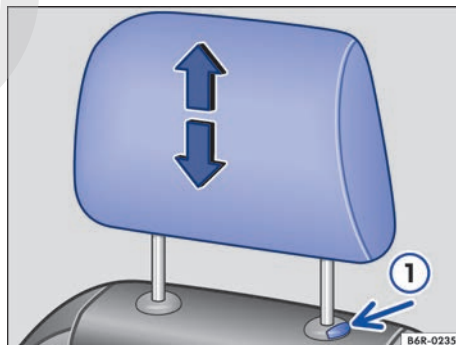

Fig. 75 Desmontar el apoyacabezas.
- Extraiga el apoyacabezas completamente a la vez que presiona la tecla → fig. 75 ①.